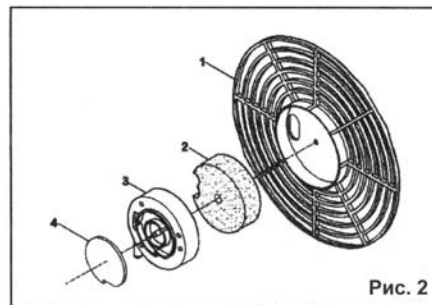

Рис. 2
Воздушные фильтры (Рис.2) . следует проверять и регулярно чистить фильтр забора воздуха (2), особенно если аппарат работает в пыльных помещениях. Для очистки снять решетку (1), вынуть фильтр из гнезда (3), вымыть его со слабым моющим средством и высушить его перед тем, как установить вновь. Каждые 12 месяцев следует менять фильтр подачи воздуха (4).